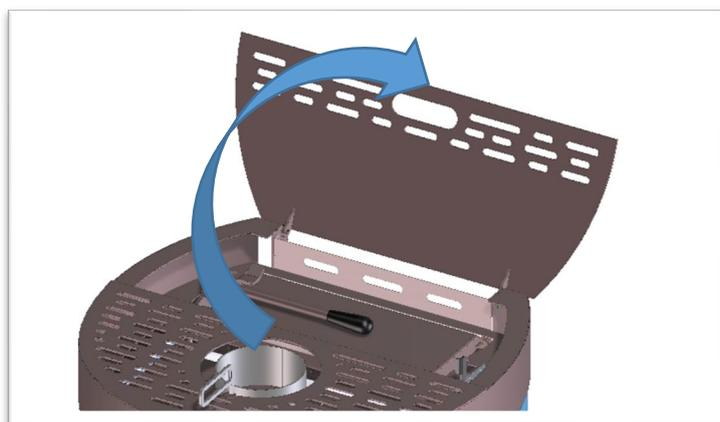

Abb. 15
1. Heben Sie die obere Abdeckung an (Abb.15).